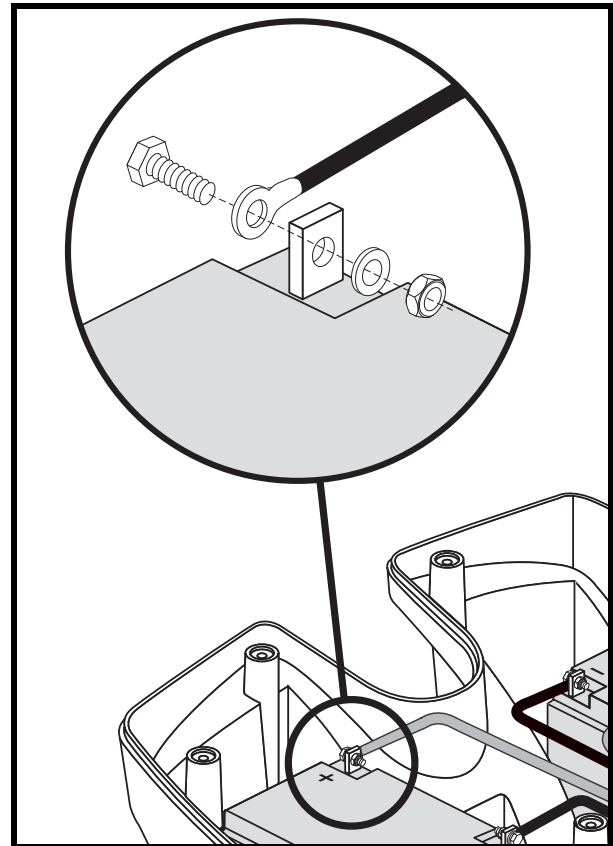

Abb. 15. Trennen des Batteriekabels bei einem 17-22 Ah Batteriegehäuse
**HINWEIS:** Bei manchen Batterien müssen zum Trennen des Kabels vom Batterieanschluss eine Mutter und eine Schraube entfernt werden. Siehe Abb. 15.